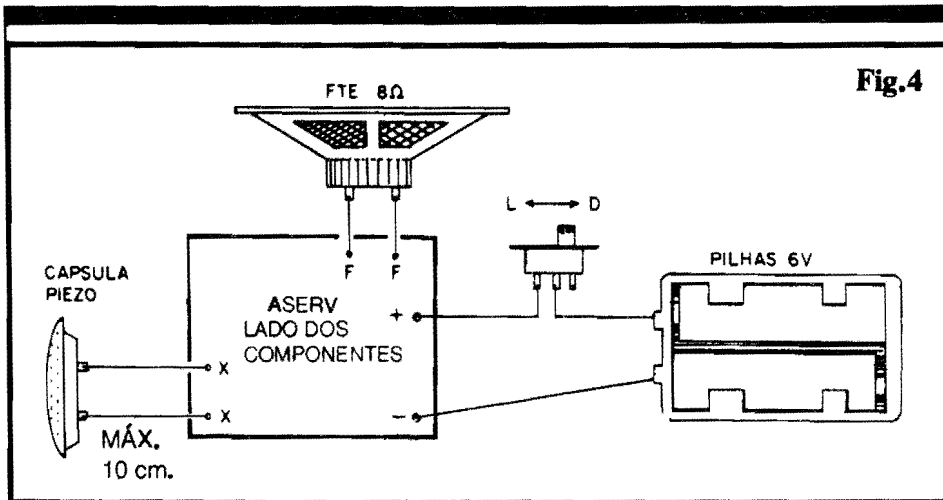

Fig.4
- FIG. 4 - CONEXÕES EXTERNAS À PLACA - O impresso, na figura, continua visto pelo seu lado não cobreado... As ilhas periféricas, destinadas às conexões externas, estão devidamente codificadas (comparar com os dados visuais da figura anterior...): pontos F-F destinam-se às ligações do alto-falante, pontos marcados com os símbolos de **positivo** e **negativo** servem, obviamente, para as respectivas conexões da alimentação, lembrando que os cabinhos provenientes do suporte das pilhas mostram um universal código de cores, com o **vermelho** referenciando o **positivo** e o **preto** indicando o **negativo**, e pontos X-X servindo para as ligações aos terminais do transdutor piezo (microfone ou cápsula...). Quanto a estas últimas conexões, elas apenas devem ser feitas com cabinhos isolados comuns, se não tiverem um comprimento maior do que 10 cm. Se a instalação exigir uma cabagem mais longa, então o Leitor/Hobbysta deve guiar-se pelas instruções da próxima figura...